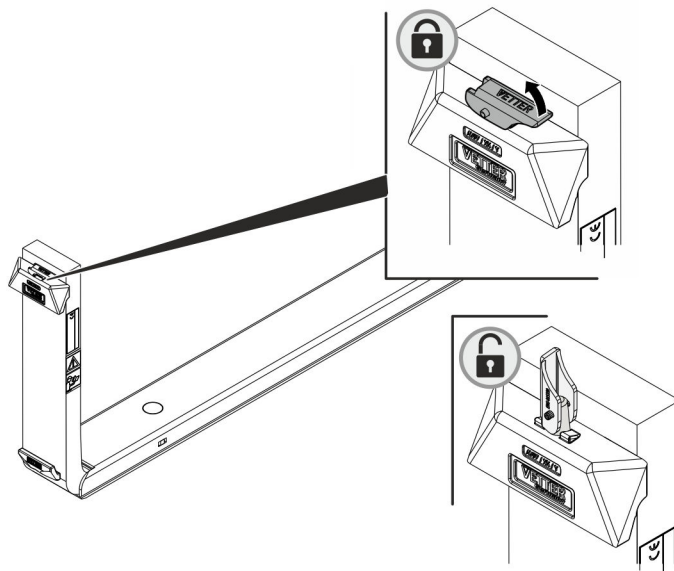

Abb. 6: Arretierung öffnen
4. ➤ Arretierung der ManuTel® G2 durch Anheben des Arretierungshebels öffnen (Abb. 6).